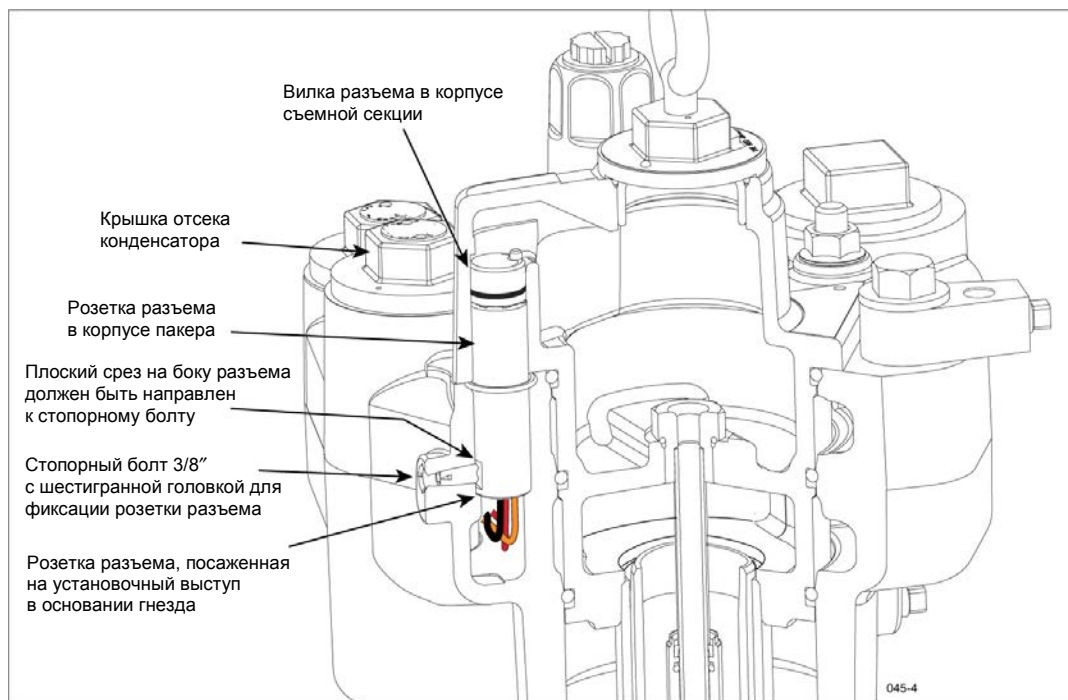

Рисунок 37. Местоположение стопорного болта розетки разъема
21. Отверните и снимите крышку отсека конденсатора (см. рисунок 37). Снимите с крышки и выбросьте уплотнительное кольцо, крышку отложите в сторону. Осмотрите трехпроводные соединения от розетки разъема. Запишите, с каким из кабелей питания соединяется каждый из кабелей от розетки разъема. Отрежьте входящие кабели питания от кабелей розетки разъема и выбросьте разъемы.
22. Шестигранным ключом на 3/16" поверните стопорный болт, удерживающий на месте розетку разъема, приблизительно на 1-1/2 оборота против часовой стрелки, и извлеките разъем (см. рисунок 37).